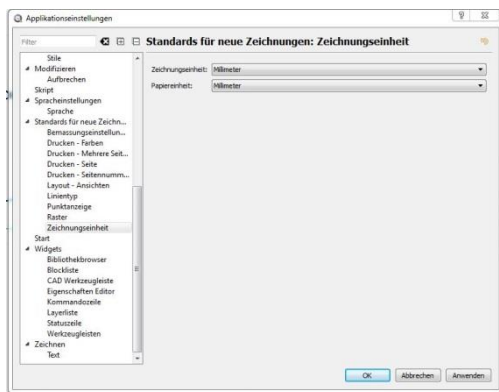

Bild 5
- Standards für neue Zeichnungen: Zeichnungseinheit --> Millimeter (Bild 5)